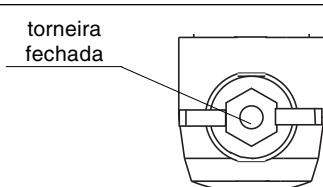

**Fig. 58**
- antigelo (fig. 58): quando a temperatura da água de caldeira descer abaixo dos valores de segurança, activam-se a bomba circuladora e o queimador à potência mínima para levarem novamente a temperatura da água a valores de segurança (35 °C). No display ilumina-se o símbolo .